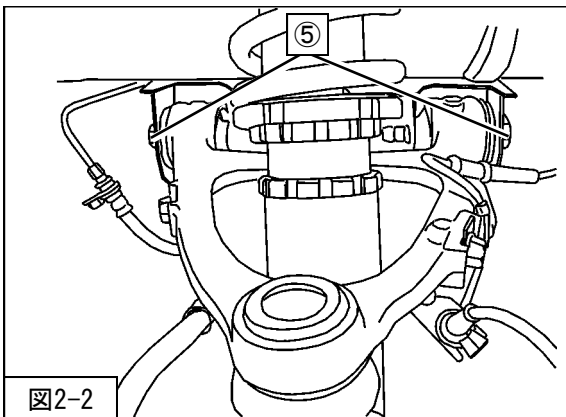

図2-2
- 3. ⑤アッパーアーム取付ボルト・ナット（締付トルク：53～64N・m）を取付けてください。（図2-2）